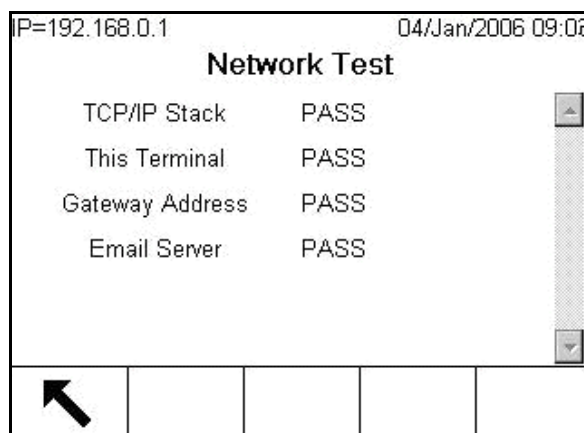

Figura 3-27: Schermata del test di rete
- Network Test (Test di rete): consente di verificare la programmazione Ethernet, l'hardware e il firmware del terminale. La Figura 3-27 mostra il risultato dell'esecuzione di un test di rete.